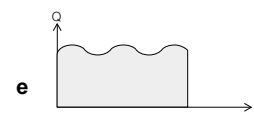

Abb. 25
Beim Einsatz von Pumpentypen die bauartbedingt pulsierend fördern, wie Kolben-, Schlauch-, Exzenterpumpen, etc., entsteht ein zeitlich sehr stark schwankender Durchfluß (s. Abb. 25 a-d). Auch können bei diesen Pumpentypen negative Durchflüsse aufgrund des Schließvolumens der Ventile, Undichtigkeit der Ventile und Volumenverdrängung auftreten.
- Treten beim Durchfluß nur geringe Schwankungen auf (s. Abb. 25 e), z. B. bei dem Einsatz von Zahnrad-, Drei-, oder Mehrzylinderpumpen, sind die Einstellungen für stark pulsierende Durchflüsse nicht erforderlich.